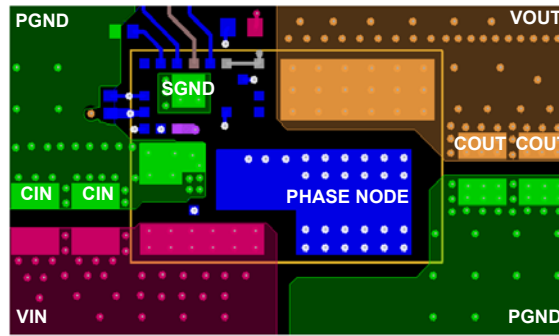
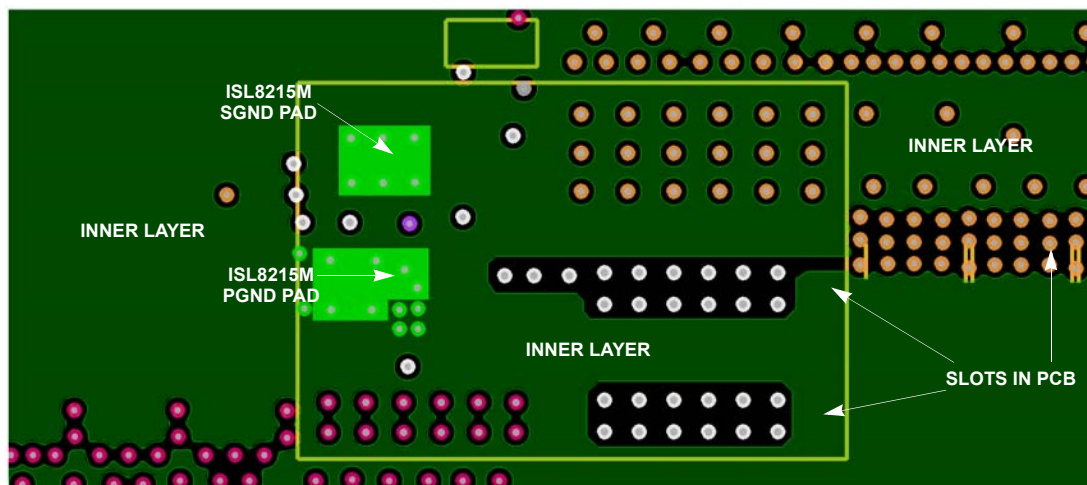

図 46. レイアウトの例 - 最上位レイヤ
図 48. レイアウトの例 - SGNDが内部レイヤ経由でPGNDへ接続されている場合
- (1) VIN と PGND との間、モジュールとできるだけ近い場所に、入力コンデンサと高周波数のデカップリング・セラミック・コンデンサを配置します。高周波数ノイズを最小に抑えるため、入力コンデンサ、VINパッド、PGNDにより形成されるループは、可能な限り小さくします。出力コンデンサは、負荷の近くに配置します。短く広い銅パターンを使用して、出力コンデンサを負荷へ接続し、寄生インダクタンスおよび抵抗を回避します。レイアウト図の例を、図 46 および 47 に示します。
- (2) VIN、VOUT、PGNDには、大きな銅パターンを使用し、伝導損失と熱ストレスを最小化します。各レイヤの電源プレーンは、十分な数のビアで接続します。
- (3) 内部レイヤ(モジュールの下)に、共有SGNDおよびPGNDを持つ堅固なグラウンド・プレーンを使用し、レイアウトの設計を簡素化します。28 ページの図 48 に示すように、スロットを使用して、スイッチング電流がモジュールのSGNDパッドを避けることを保証します。最下位レイヤ(入力コンデンサ、出力コンデンサなどを含む)のすぐ上のレイヤに、可能な限り多くのGNDプレーンを使用することをお勧めします。最上位と最下位のレイヤを使用して、EN、VCC、PGOOD信号を配線します。
- (4) スwitching周波数が300kHzで42V入力の場合、 4.02Ω 1206抵抗、および270pF X7R 0603コンデンサをPHからVINへ直列に接続する必要があります。スイッチング周波数が300kHzより高い場合、抵抗のサイズをディレーティングしません。抵抗R5の電力損失(P_{cal})は、式 $C \cdot V^2 \cdot f$ で計算します。ここで